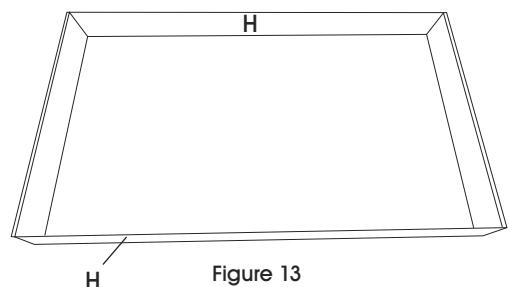

Figure 13
5. Le couvercle est assemblé. (Voir Figure 13)